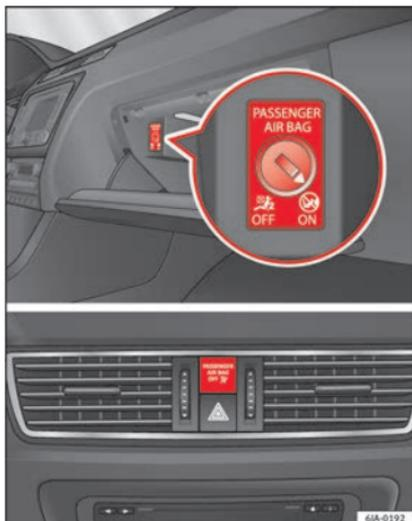

Abb. 81 Schalter für Beifahrer-Frontairbag/Kontrollleuchte für Abschaltung des Beifahrerairbags
- die Abschaltung des Airbags wird im Instrumententafelmittelteil durch Leuchten der Kontrollleuchte OFF  im Schriftzug PASSENGER AIR BAG OFF  signalisiert » Abb. 81 .
- Den Schlüsselbart in den für die Abschaltung des Beifahrerairbags vorgesehenen Schlitz einstecken »» **Abb. 81**. Dabei sollte der Schlüsselbart etwa zu 3/4 seiner Länge bis zum Anschlag eingeführt werden.